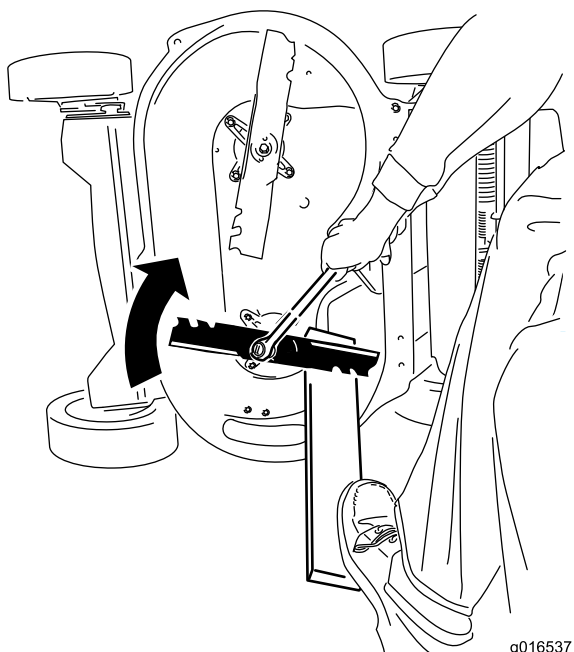

Bild 45
- Halten Sie jedes Messer mit einem Brett fest und drehen Sie die Messerschraube mit einem Drehmomentschlüssel nach rechts, wie in Bild 45 dargestellt. Ziehen Sie die Messerschraube mit 82 N-m an.